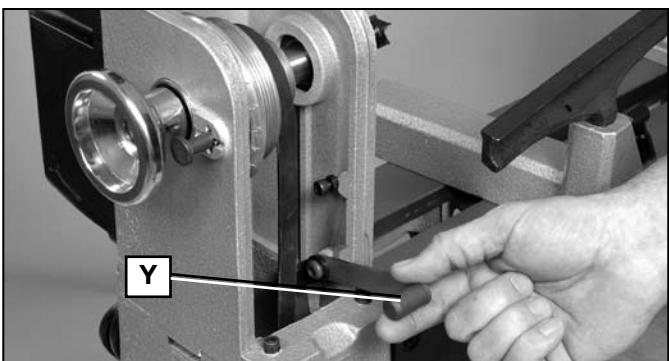

Fig. 15
2. Baje la palanca tensora de la correa (Y) Fig. 15 para liberar la tensión de la correa.
4. Levante la palanca tensora de la correa (Y) Fig. 15 hasta que se encaje en su lugar.
2. Baje la palanca tensora de la correa (Y) Fig. 15 para liberar la tensión de la correa. No la trabe debajo de la ficha (Z).
4. Levante la palanca (Y) Fig. 15 y encájela en su lugar.